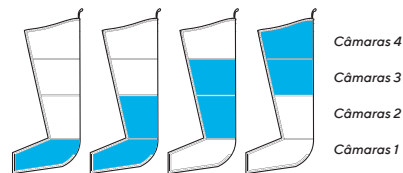

Figura 4 - Modo do Ciclo Wave
- Por exemplo: Quando a câmara 2 estiver cheia, a câmara 1 começa a esvaziar-se e simultaneamente a câmara 3 começa a insuflar-se pelo que, por um momento, haverá 2 câmaras a alcançar a pressão desejada ao mesmo tempo. (Ver Figura 4)